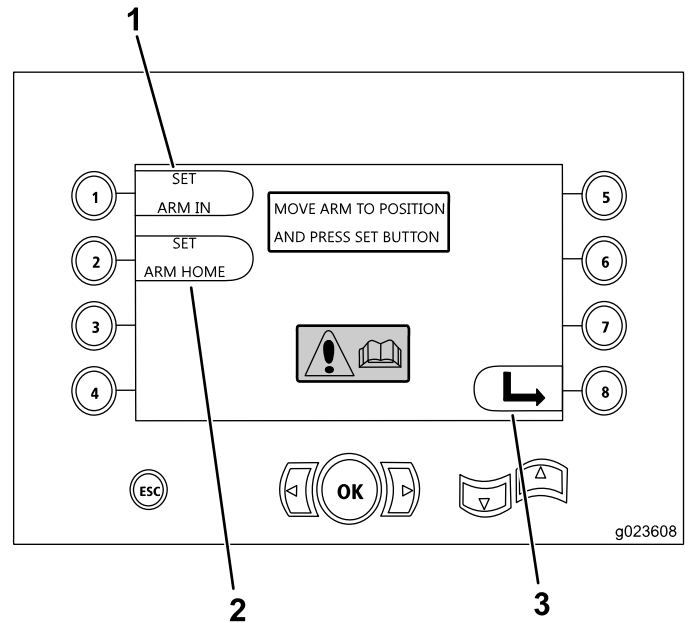

Figura 31
- Botão 1 – Configurar posição Recolhida (Figura 31)
- Botão 2 – Configurar posição Estendida (Figura 31)